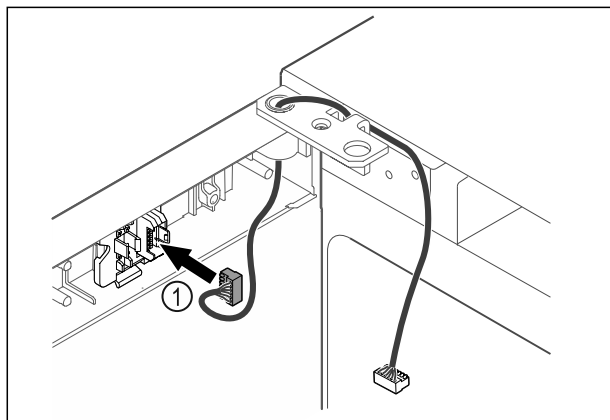

Fig. 37
- Enchufar el conector Fig. 37 (1) en su soporte.